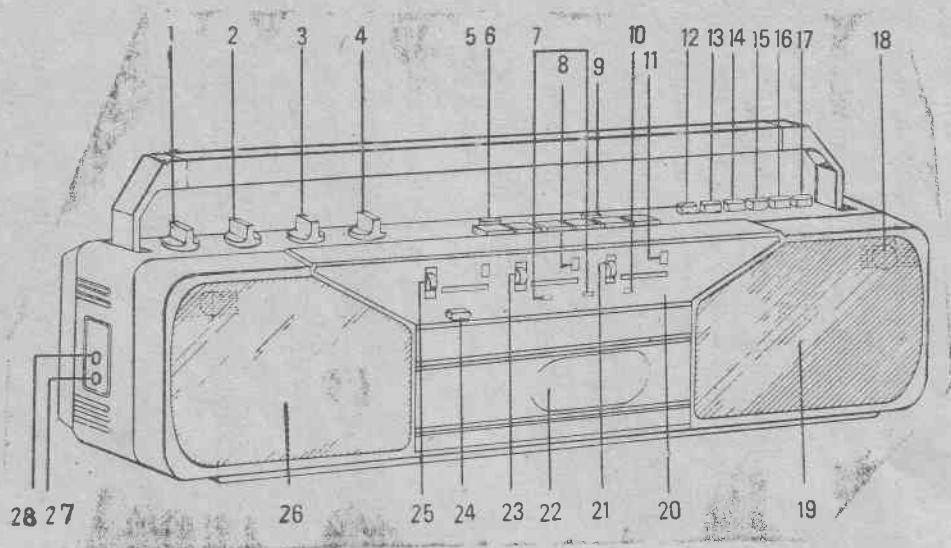
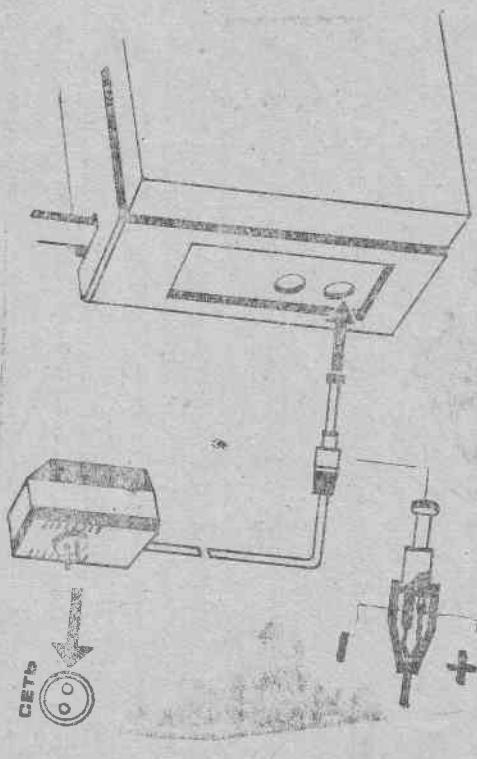

Рис. 1. Расположение элементов управления и розеток.
Рис. 4.
5.2. Общий вид магнитолы с расположением органов управления и розеток для внешних подключений приведен на рис. 1:
В помещении питание можно осуществлять от сети переменного тока напряжением 220В. Для этого необходимо подключить штекер блока питания к розетке магнитолы (рис. 1), поз. 27), а блок питания к розетке электросети (рис. 4). При подключении штекера к розетке магнитолы происходит отключение батарей. Распайка штекера приведена на рис. 4.
Для питания магнитолы от внешнего источника постоянного тока 12В +20%—30% соедините «плюс» и «минус» источника со штекером (распайка приведена на рис. 4) и подключите штекер к розетке магнитолы $\frac{12\text{~B}}{-}$ (см. рис. 1, поз. 27).
Для включения радиоприемного устройства нажмите кнопку РАДИО. Для выключения радиоприемного устройства отожмите кнопку РАДИО (см. рис. 1, поз. 12).
В зоне уверенного приема рекомендуется включить БШН, нажав кнопку (см. рис. 1, поз. 14).
Если радиостанция передает стереофоническую программу, происходит автоматическое переключение радиоприемного устройства в режим «стерео» и светится индикатор СТЕРЕО (см. рис. 1, поз. 10). По окончанию стереодинамической передачи радиоприемное устройство автоматически переключается в режим «моно» и индикатор СТЕРЕО не светится.
Для этого, вращая ручку БАЛАНС (см. рис. 1, поз. 4), добейтесь одинаковой громкости звучания в обеих громкоговорителях.
Прослушивая стереофонические передачи, Вы можете расширить зону стереoeffекта, нажав на кнопку СТЕРЕО-БАЗА (см. рис. 1, поз. 9).
Для включения магнитофонного устройства в режим воспроизведения кнопка РАДИО (см. рис. 1, поз. 12) должна находиться в отжатом положении.